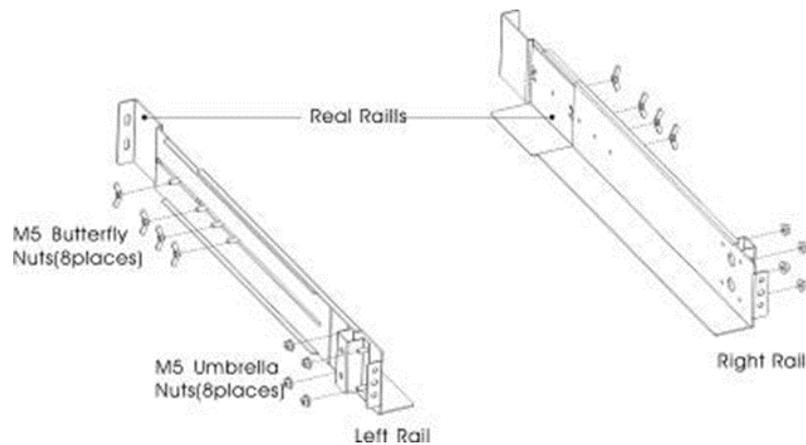

Abbildung 1: Anpassen der Schiene
- a) Befestigen Sie die linke und rechte Schiene wie in Abbildung 1 dargestellt mit der hinteren Schiene. Ziehen Sie die Schrauben nicht fest. Passen Sie die Größe der Schienen an die Tiefe Ihres Serverschranks an.
- c) Ziehen Sie die vier M5-Hutmutter an der Seite der Schienen fest (siehe Abbildung 1).